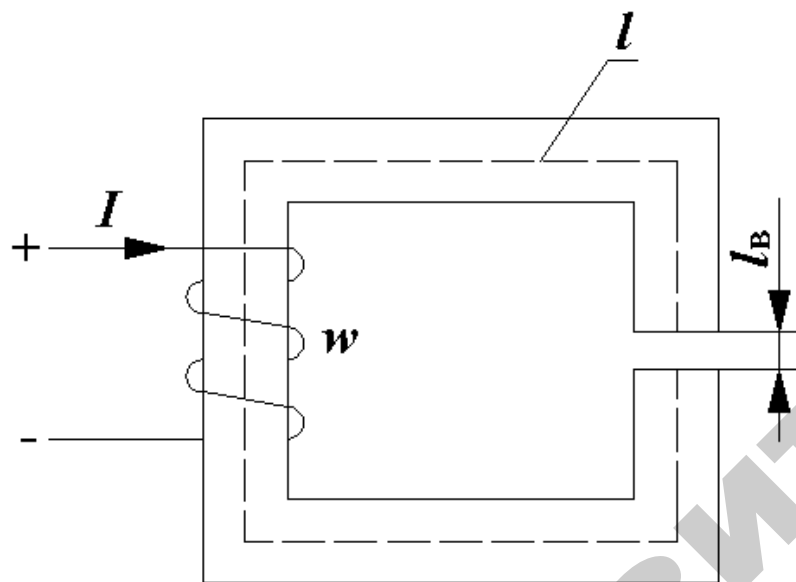

Рис. 3.2
3.3.2. Определить магнитный поток  $\Phi$  в сердечнике из стали 1512 (рис. 3.2), если  $l_B = 2 \text{ мм}$ ,  $l = 0,598 \text{ м}$ ,  $S = 25 \text{ см}^2$ ,  $Iw = 2000 \text{ А}$ .